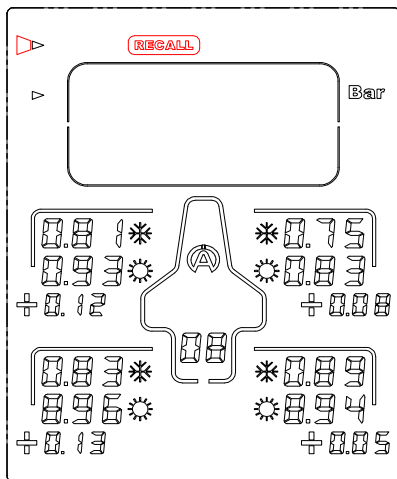

Ilustración 6
- 1) Seleccione el icono «**RECALL**» (ilustración 6), utilizando los botones